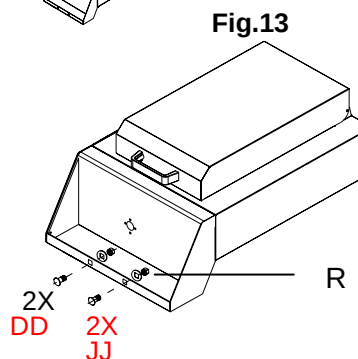

Fig.13
8c) Sujete dos ganchos de herramientas (R) al estante lateral del mechero usando dos tuercas cónicas de 1/4 pulgadas (DD) y dos arandelas planas negras (JJ), como muestra la Fig. 13.